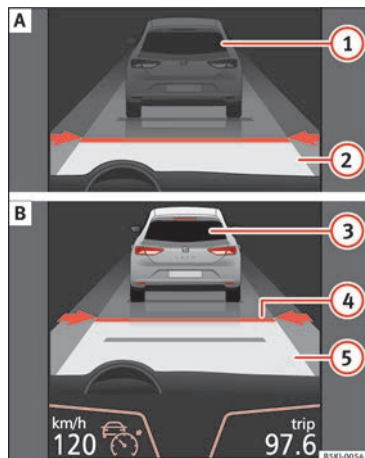
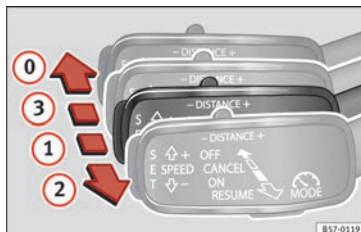
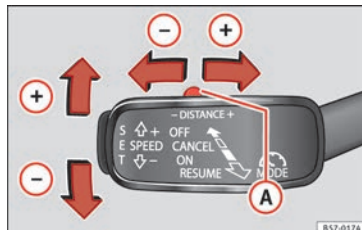

Fig. 194 Sul display del quadro strumenti: (A) ACC inattivo (Standby). (B) ACC attivo.
Fig. 196 A sinistra del piantone dello sterzo: terza leva per utilizzare il sistema di regolazione automatica della velocità.
Fig. 197 A sinistra del piantone dello sterzo: terza leva per utilizzare il sistema di regolazione automatica della velocità.
Indicazione sul display »» **fig. 194:**
» fig. 194.
Una volta iniziata la marcia, se si desidera stabilire la velocità attuale come velocità di crociera del veicolo e attivare l'ACC, premere il tasto **SET** » **fig. 197**. Se si desidera aumentare o ridurre la velocità in intervalli di 1 km/h (0,6 mph), collocare la leva in posizione **2** » **fig. 196** o premere il tasto **SET** rispettivamente.
La velocità programmata può essere modificata con il veicolo sia fermo che in marcia, a seconda della preferenza. Qualsiasi modifica della velocità programmata verrà visualizzata nella parte inferiore sinistra del display del quadro strumenti » **fig. 194**.
Per aumentare o ridurre il livello di distanza, premere il tasto doppio verso destra o sinistra » **fig. 197 A**.
- Per attivare l'ACC, con la terza leva situata in posizione **1**, occorre premere il tasto **SET** o collocare la terza leva dell'ACC in posizione **2** » **fig. 196**. In questo momento, l'immagine dell'ACC sul display del quadro strumenti passerà alla modalità *Attiva* » **fig. 194**.
Per scollegare l'ACC, collocare la leva in posizione **0** » **fig. 196** fino all'arresto. In questo
Se non si desidera scollegare l'ACC, ma solo disattivarlo temporaneamente (Standby), collocare la terza leva in posizione **3** » **fig. 196** o premere il pedale del freno.